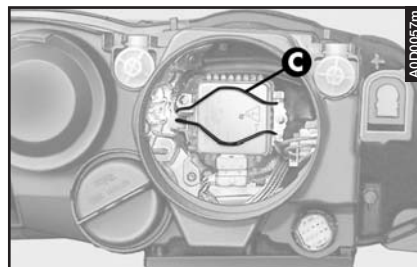

fig. 27
- Release the clip (**C**- fig. 27).